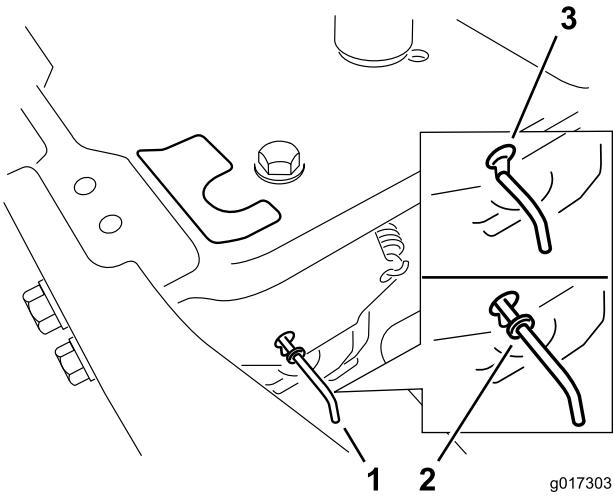

Figura 24
- Mueva las palancas de desvío hacia delante a través del orificio y hacia abajo para bloquearlas en esa posición (Figura 24).
Mueva las palancas de desvío hacia atrás a través del orificio y hacia abajo para bloquearlas en esa posición, según se muestra en Figura 24.